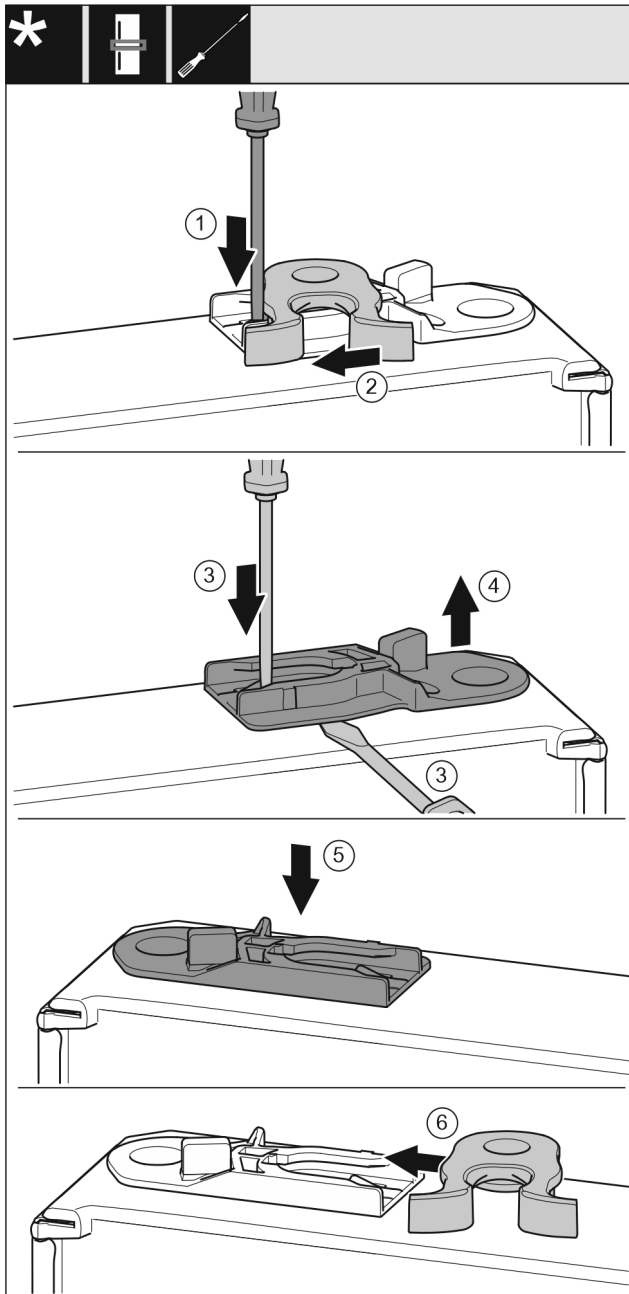

Fig. 21
- ▶ Lasche Fig. 21 (1) mit Schlitzschraubendreher nach unten drücken.
- ▶ Schließhaken Fig. 21 (2) aus Führung ziehen.
- ▶ Führungsbuchse Fig. 21 (3, 4) herausziehen: Lasche mit Schlitzschraubendreher drücken und gleichzeitig mit Schlitzschraubendreher unter Führungsbuchse fahren.
- ▶ Im Lieferumfang beiliegende Führungsbuchse Fig. 21 (5) auf anderer Gehäusesseite einschieben.
- ▶ Schließhaken Fig. 21 (6) in Führung schieben.